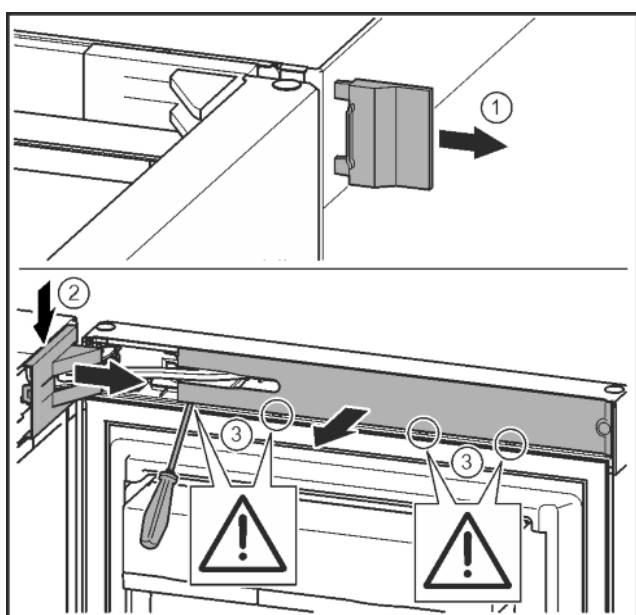

Fig. 9
- Снять внешнюю крышку. Fig. 9 (1)
- При помощи отвертки освободить крышку опорного кронштейна и отсоединить. Снять крышку опорного кронштейна. Fig. 9 (2)
- Шлицевой отверткой вывести накладку из зацепления и отвести в сторону. Fig. 9 (3)